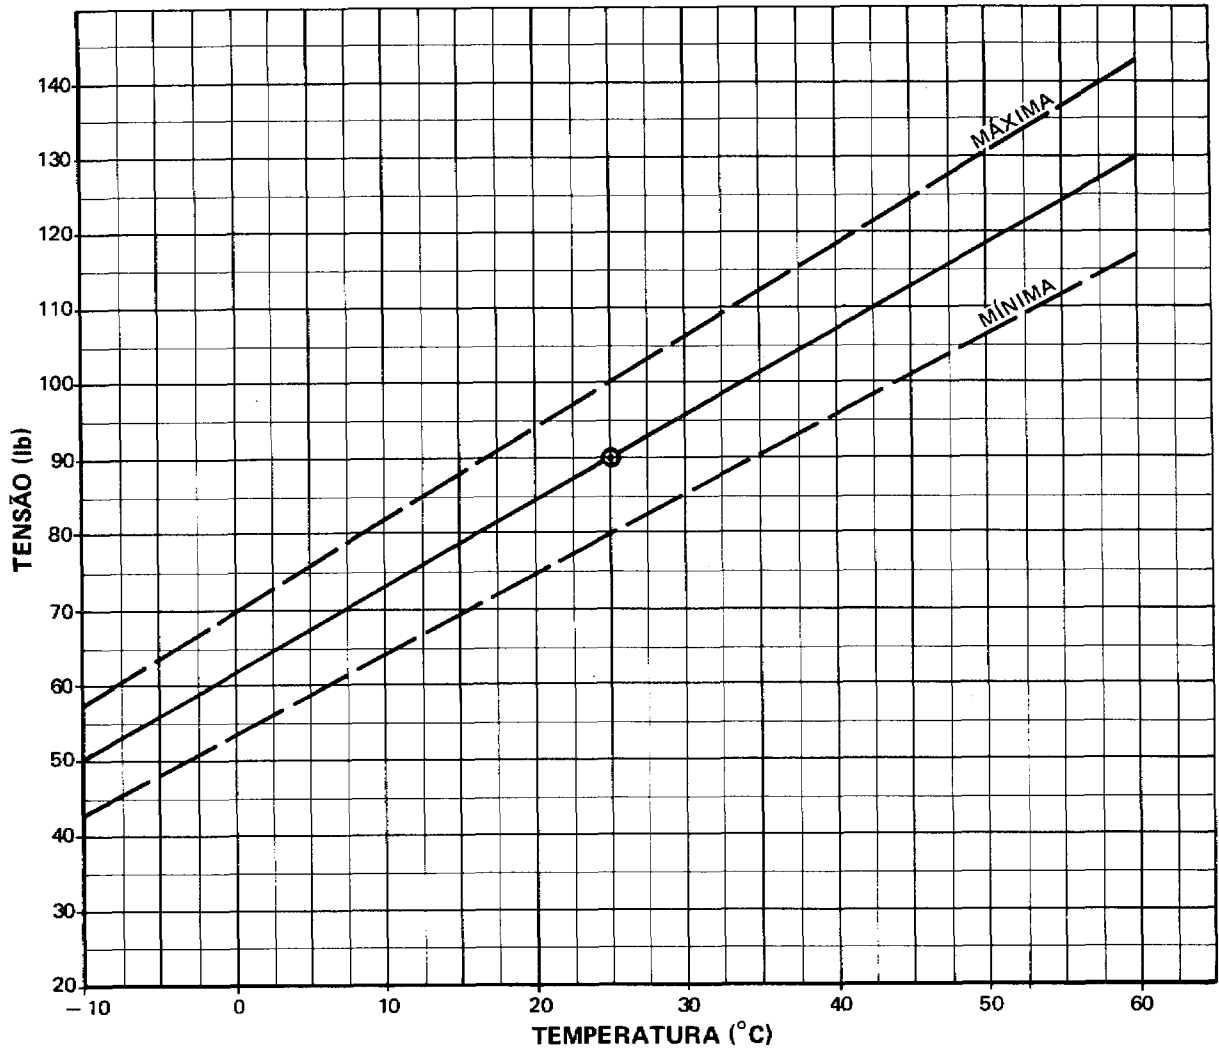

Figura 2. Correção de Tensão dos Cabos de Comando dos Ailerons em Função da Temperatura, para o EMB-110B1
- Asa; 90 ± 10 lb à temperatura de 25°C (veja a figura 2).
- Fuselagem; 90 ± 10 lb à temperatura de 25°C (veja a figura 2).